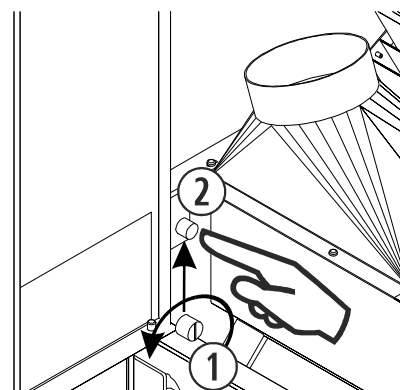

Figura 32
- Il modello **Suez Insert**, ha i termostati sul lato sinistro. Uno nella parte inferiore della tramoggia e l’altro dietro la porta di carica del combustibile (*figura 32*).